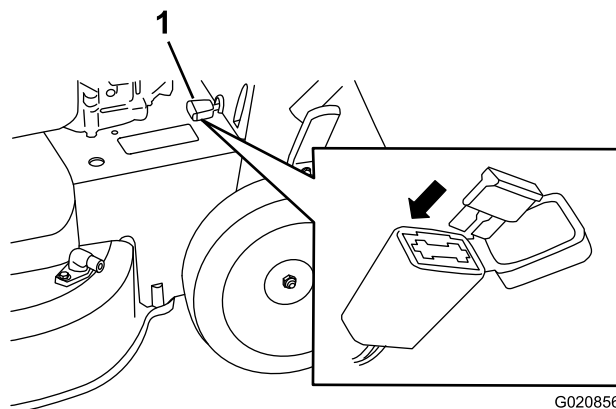

Figura 36
1. Abra o porta-fusíveis selado e substitua o fusível (Figura 36).